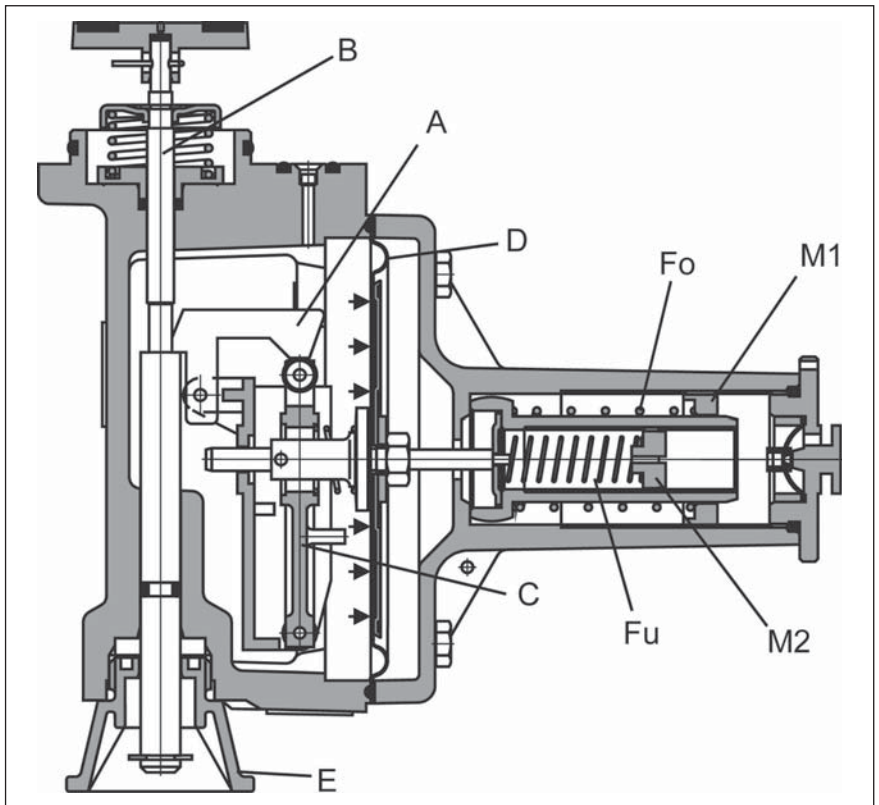

Bild 2-8, SAV (bis 1997) - Betriebsposition
Das Sicherheitsabsperrrventil in geöffneter, betriebsbereiter Position ist in Bild 2-8 dargestellt. Hierbei ist der Schalthebel (A) in die Ventilspindel (B) eingeklinkt; die drehbar gelagerte Schaltwippe (C) befindet sich in senkrechter Stellung. Die unter der Membrane (D) aus dem Druck  $p_d$  resultierende Kraft wirkt den Kräften der Federn ( $F_o$ ,  $F_u$ ) entgegen. Das Ende der Ventilspindel (B) ragt weit in die eingeschraubte Entriegelungsschraube (E) hinein. Das SAV ist betriebsbereit.